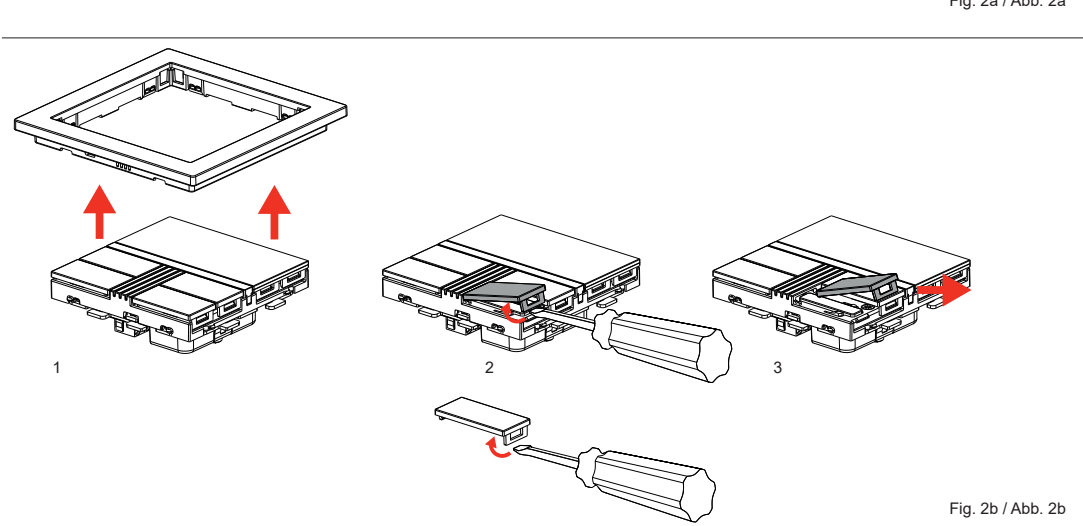

Fig. 2b / Abb. 2b
SOLO per il modulo con il Multisensore (Fig. 2b) procedere in questo modo: Rimuovere la placca manualmente tirando prima il lato superiore, poi quello inferiore (1);
NUR für das Modul mit dem Multisensor (Abb. 2b) wie folgt vorgehen: Entfernen Sie den Rahmen manuell, indem Sie zuerst an der Ober- und dann an der Unterseite ziehen (1);
ONLY for the module with the Multisensor (Fig. 2b), proceed as follows: Remove the cover frame manually by first pulling the upper side, then the lower one (1);
SOLO para el módulo con el Multisensor (Fig. 2b), proceder de la siguiente manera: retire el marco de la cubierta manualmente tirando primero de la parte superior, luego de la inferior (1);